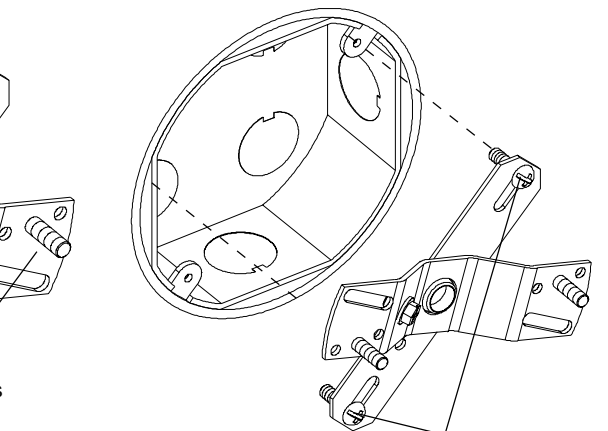

Figure 3
3. Insert two 1-1/2" Screws (3) through slots of flat section of Crossbar and attach flat Crossbar to the junction box. See Fig. 3.
4. Rotate the bent section of the Crossbar so the protruding Screws (2) line up horizontally.
3. Inserte dos Tornillos de 1-1/2" (3) a través de las ranuras de la sección llana de la Barra Transversal y sujete la Barra Transversal llana a la caja de ensambladura. Vea Fig. 3.
4. Gire la sección curvada de la Barra Transversal de manera que los tornillos sobresalientes (2) estén alineados horizontalmente.